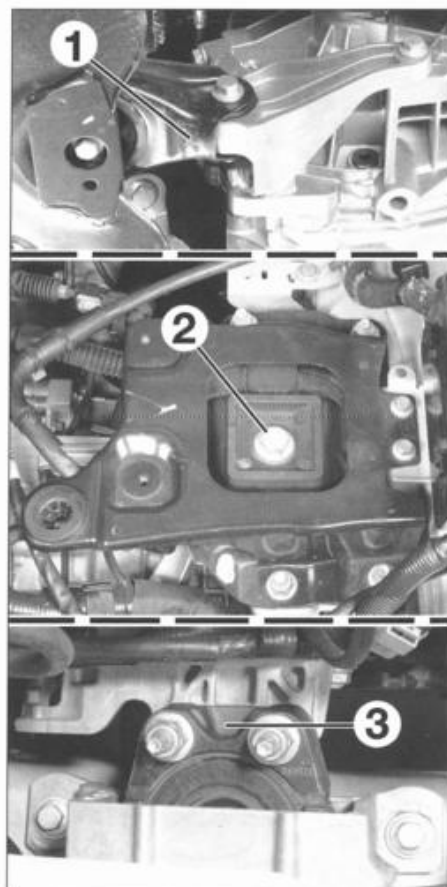

FIG. 58
- el soporte motor antibasculamiento (1) (fig. 58).
- el soporte motor de caja de velocidades (2) (fig. 58).
- el soporte motor derecho (3).